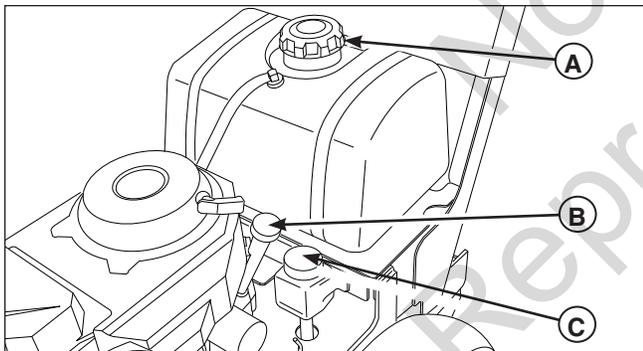

Figura 1. Controlli prima dell'avviamento
- Verificare che il basamento sia riempito d'olio sino al segno di pieno sull'asta di livello (**B**, **Figura 1**). Per istruzioni e consigli sull'olio vedere il manuale per l'operatore del motore.